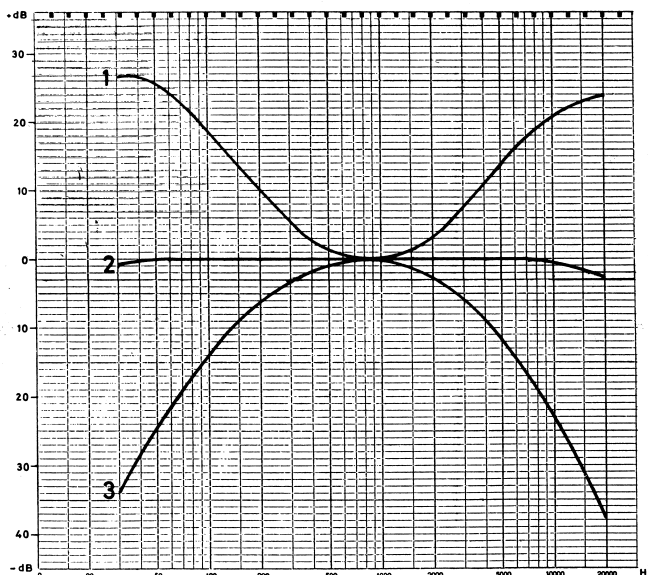

Bild 6 Frequenzgang nach Abs. 2.8.4
2.8.4 Entzerrerkurven (über gesamten Verstärker) Bild 6